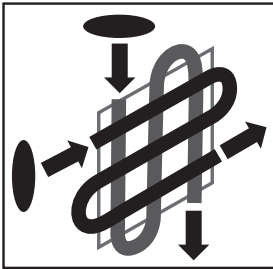

Рис. 6
2. Ведение изделия вдоль окрашиваемой поверхности осуществляйте непрерывной зигзагообразной линией в направлении, соответствующем установленному факелу: горизонтально - при вертикальном факеле; вертикально – при горизонтальном (Рис. 6);